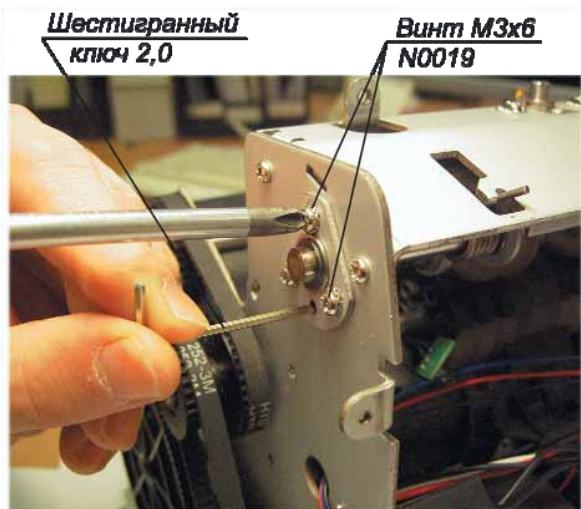

Рис. 14
7. Вставьте шестигранный ключ в свободное отверстие регулятора перекоса (рис. 14).
8. Ослабьте три винта M3x6 N0019 (рис. 14).
10. При неизменном положении шестигранного ключа 2,0мм зафиксировать винты M3x6 N0019 (рис. 14).